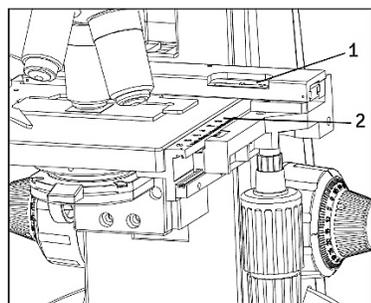

Fig. 19
1. La coordenada horizontal se puede leer en la posición (1) del portamuestras (fig. 19).
2. La coordenada vertical se puede leer en la línea del índice (2).